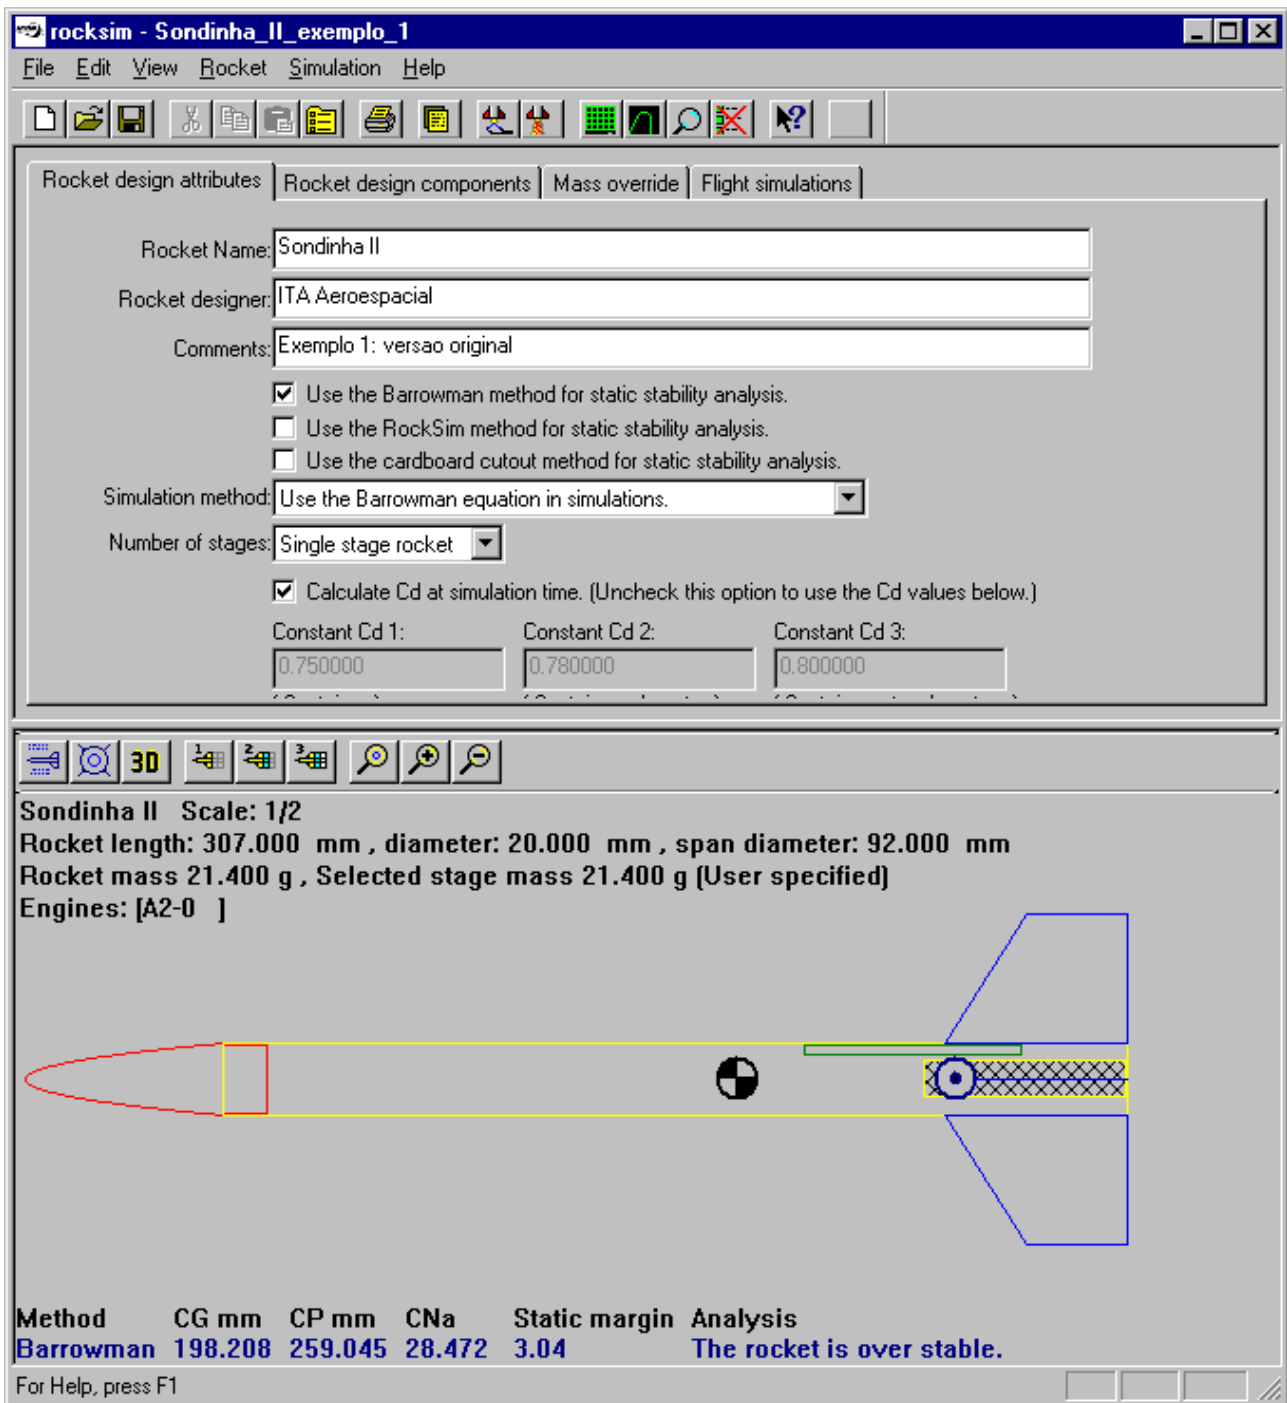

Figura 12. Minifoguete completo do exemplo 1.
16) A versão final do minifoguete do exemplo 1 é mostrada na Figura 12, que inclui as seguintes partes: nariz, tubo-foguete, empenas, tubo-guia e motor-foguete; cujos resultados finais são:
- (c) Notar que o arquivo aberto não contém informações sobre o motor que foi selecionado no exemplo 1; portanto, refazer o item 15 do exemplo 1 para obter os resultados mostrados na Figura 12.